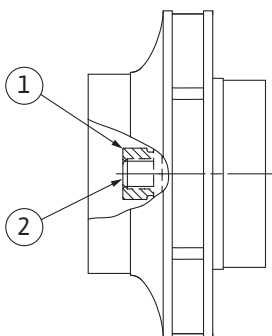

Fig. 107: Position correcte de l'écrou de blocage de roue après le montage
8. Maintenir l'arbre avec une clé (de 22 mm) et serrer l'écrou de blocage de roue selon le couple de serrage prescrit (voir tableau « Couples de serrage » [► 27]). L'écrou (Fig. 107, pos. 1) doit affleurer à $\pm 0,5$ mm avec l'extrémité de l'arbre (Fig. 107, pos. 2). Si ce n'est pas le cas, desserrer l'écrou et répéter les étapes 4 à 8.
9. Retirer la clé plate et remonter la tôle de protection (Fig. I, pos. 27).